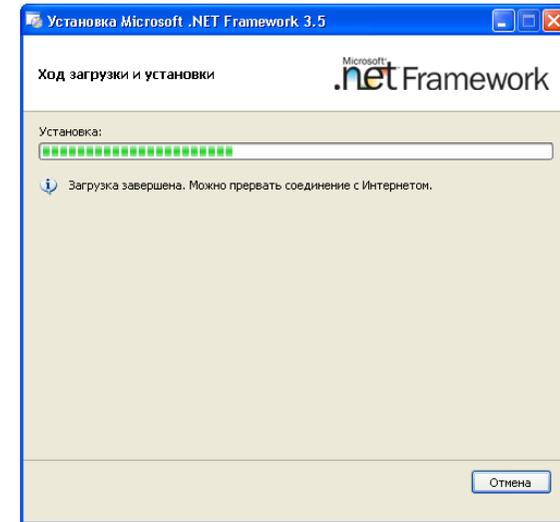

Рисунок 7.4
- 4) Для продолжения процесса установки программы "FrameWork_3.5" щелкнуть по кнопке **Установить**. В ходе выполнения установки на экране ПК будет отображаться окно (рисунок 7.4).